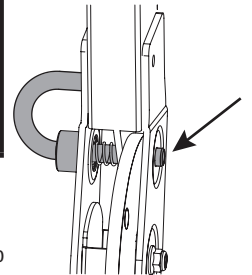

Figura 6
**NOTA:** Vea el ejemplodel ROPS colocado correctamente en la Figura 6.